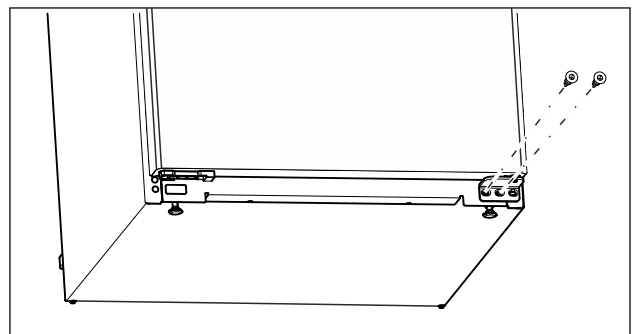

Fig. 7
- ▶ Отвийте централните винтове на долната лагерна стойка с отвертка Torx 20. (виж Fig. 7)
- ▶ Отвийте вътрешните винтове на долната лагерна стойка с отвертка Torx 20. (виж Fig. 7)